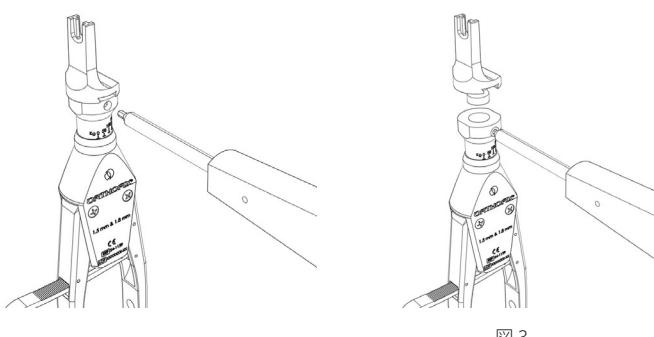

図 3
- 3) ワイヤーテンショナーティップを別のタイプへ交換するには、六角ドライバー (52-1018) でロックングセットスクリューを緩めてワイヤーテンショナーティップを取り外します (図 3)。その際、ロックングセットスクリューは絶対に取り外さないでください。